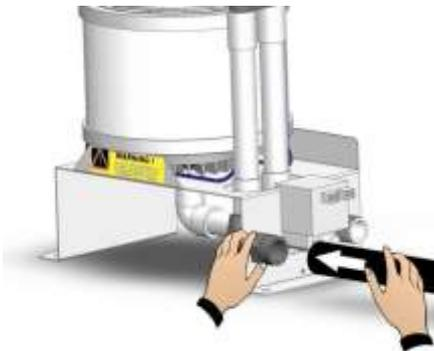

Fig. 18
3. Raccorder le tuyau pour l'eau de drainage au manchon de 25mm de diamètre, en le fixant avec la bande de serrage fournie (figures 18 et 19).